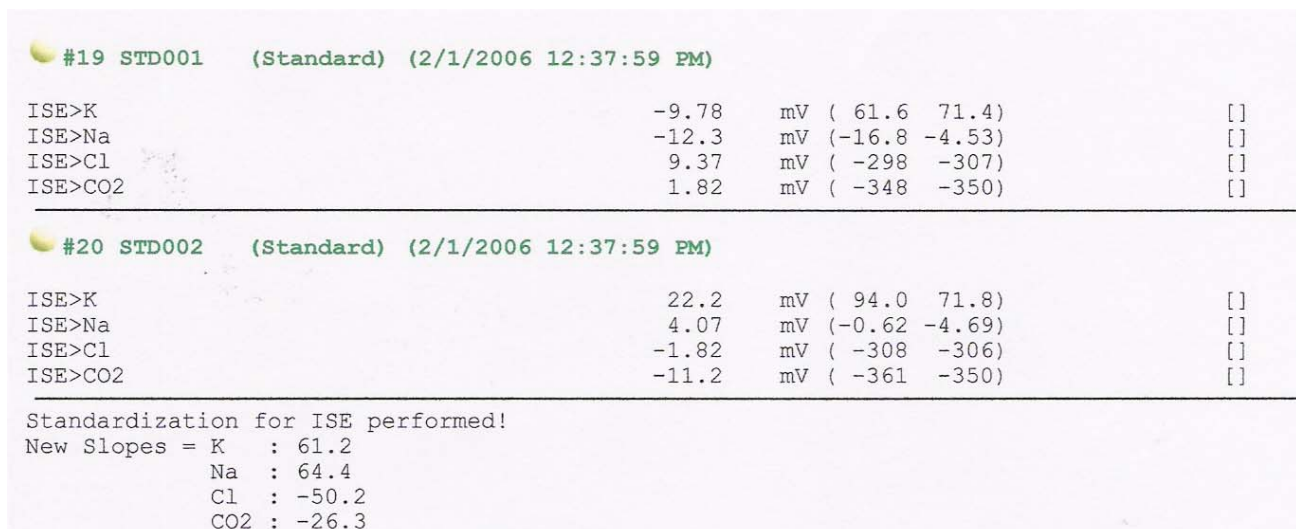

Fig. 11
N.B. Oltre ai valori di slope ottenuti è importante osservare, dalla **stampa di calibrazione** (Fig. 11) anche i potenziali degli standard, **mV STD Basso** e **mV STD Alto**. In condizioni ottimali questi sono valori riproducibili, con piccole variazioni nell'intorno del titolo nominale. I potenziali degli standard, in associazione ai valori di slope, sono utili per la valutazione di una corretta calibrazione. In condizioni di non efficienza degli elettrodi, ad esempio in caso di manutenzione carente od errata, oppure a causa di contaminazione e di decadimento delle soluzioni di lavoro (Buffer, Baseline o STD) i valori dei potenziali variano significativamente producendo slope palesemente errati, è quindi chiaro che si è in condizioni operative non ottimali. In alcuni casi, però, i potenziali hanno valori errati ma gli slope sono apparentemente accettabili: prestare attenzione in quanto precisione ed accuratezza dei test, determinati in questa condizione, saranno inficiate dalla non corretta calibrazione.